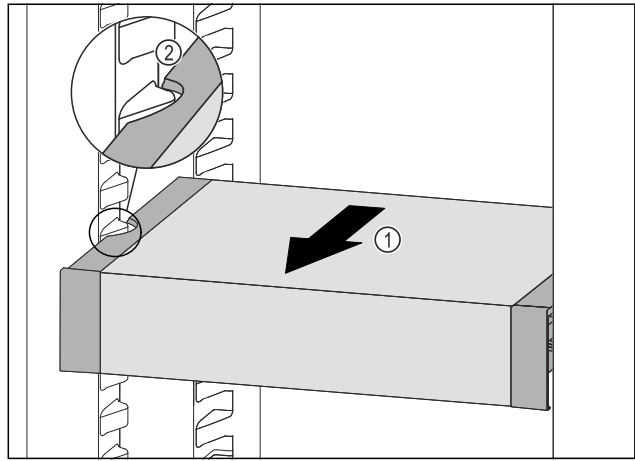

Fig. 93
- ▶ Húzza előrefelé a VarioSafe fiókot annyira Fig. 93 (1), hogy a VarioSafe oldalsó kivágásai a hűtőrészben a tartóborða magasságában legyenek. Fig. 93 (2)